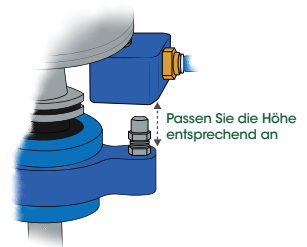

Abbildung 9: Einstellen der Höhe der Düsenschraube.
Hinweis: Sobald die **Air Turbine Spindle®** in Ihre CNC-Spindel geladen ist, passen Sie die Höhe der Düsenschraube weiter an, um die Kugelventilöffnung in Eingriff zu bringen, wie in **Abbildung 9** dargestellt. Der Luftstrom schaltet die Spindeln beim Koppeln ein.
2. Nehmen Sie den ER8- oder ER11-Spannzangenschlüssel, der Ihrem Luftturbinenwerkzeug beiliegt, und setzen Sie ihn wie in **Abbildung 9** gezeigt auf den Spannzangenschlitz auf. Drehen Sie den Schraubenschlüssel gegen den Uhrzeigersinn, um das aktuelle Schneidwerkzeug zu lösen.
7. Setzen Sie den Spannzangenschlüssel in die Spannzangenmutter ein und drehen Sie ihn im Uhrzeigersinn, wie in **Abbildung 9** gezeigt, um sicherzustellen, dass die neue Spannzange und das Schneidwerkzeug fest sitzen.